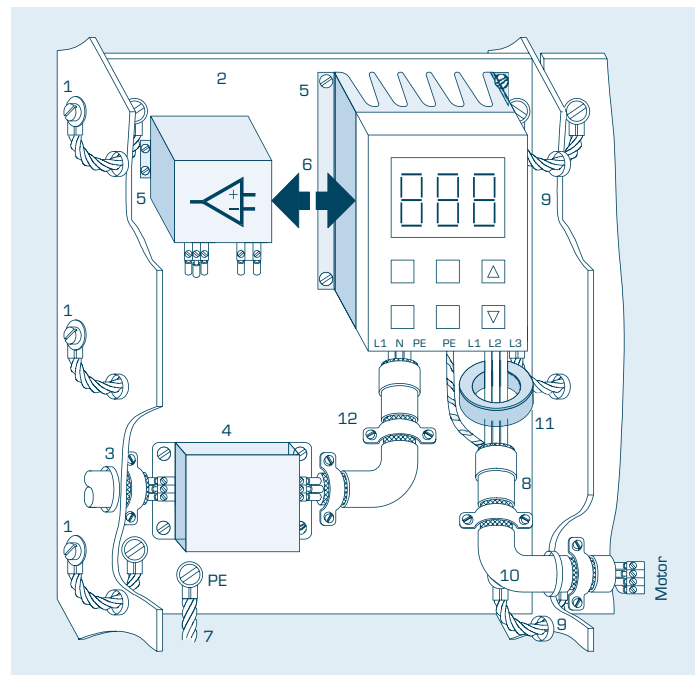
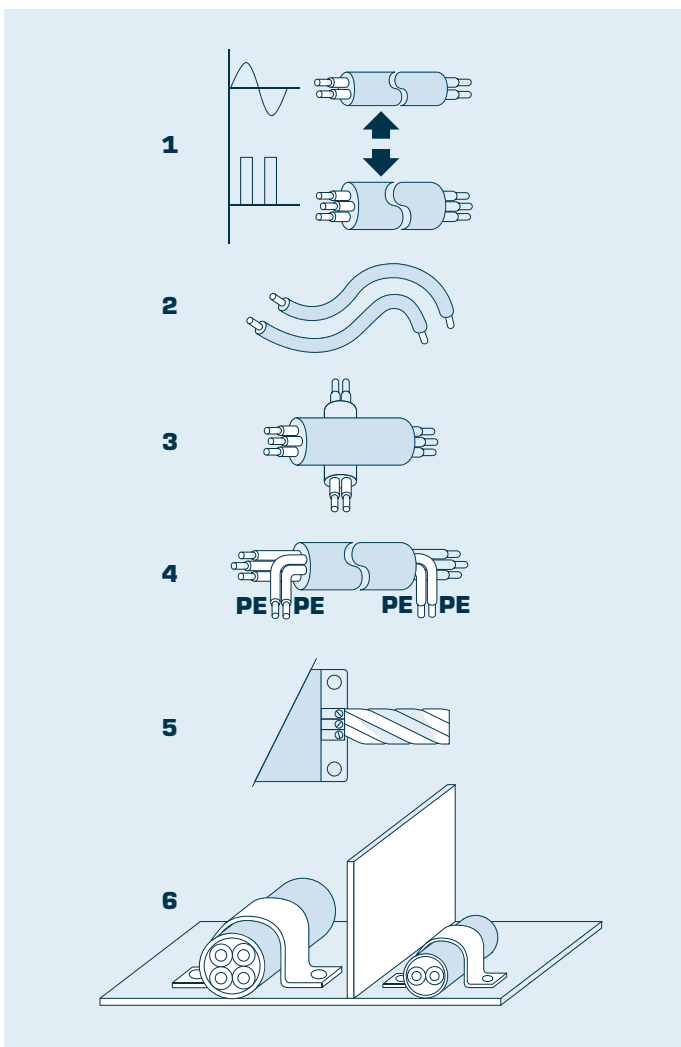
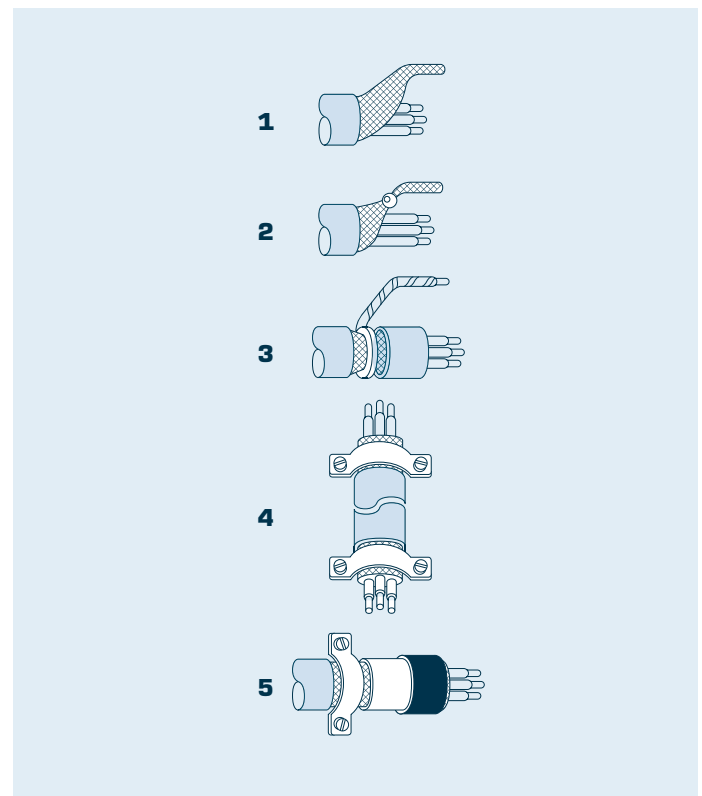

Abbildung 1
Abbildung 2
Abbildung 3
Nur wenn für den Schaltschranksaufbau die richtige Konzeption hinsichtlich der hochfrequenten Störemission und -immission gewählt wurde, finden alle EMV-Anstrengungen ihre wirkungsvolle Einflussnahme. Der erste Schritt zum professionellen Umgang mit der komplexen Technik ist das Erkennen kritischer Komponenten. Hierzu zählen in einer Anlage z. B. Frequenzumrichter, Schaltnetzteile und SPS-Geräte. Angeschlossen an ein gemeinsames Netz und räumlich dicht beieinander ist mit einer gegenseitigen Beeinflussung sowie negativen Auswirkungen auf weitere Verbraucher zu rechnen. Mögliche Schwachstellen sowie geeignete Lösungsansätze zeigt die folgende Abbildung 1:
- Bei einer Einzelentstörung ist das Filter möglichst nah am Emissionsort zu platzieren. Ist dies aus Platzgründen nicht möglich, so ist ein abgeschirmtes Kabel für die Verbindung zu wählen (Abb.: 1/12).
- Summen-Funkentstörfilter übernehmen die Limitierung leitungsgebundener Störungen für die Gesamtanlage. Ihr Platz ist möglichst nah am Netzeingang (Abb.: 1/3). Als positiver Nebeneffekt führt diese Maßnahme zur Steigerung der leitungsgebundenen Immissionsfestigkeit des angeschlossenen Produkts gegenüber netzseitig geführten Spike-, Burst- und Surge-Impulsen.
- Zum sicheren EMV-Aufbau gehört eine HF-taugliche Kontaktierung aller Geräte bzw. Anlagenkomponenten. Das heißt, sie sind großflächig, niederohmig und korrosionsgeschützt mit dem PE-Bezugspotenzial kontaktiert (Abb.: 1/5).
- Die Erhöhung der Störfestigkeit gegenüber gestrahlter Immission führt zu einer verbesserten Betriebssicherheit. Die Einhaltung einer ausreichenden räumlichen Trennung zwischen Störern und belasteten Komponenten ist hierzu eine wirksame und kostengünstige Vorgehensweise (Abb.: 1/6). Bei fehlendem Raumangebot helfen metallische Trennwände (Abb.: 2/7).
- Sämtliche metallische Teile des Schaltschranks wie z. B. Rück- und Seitenwand, Deck- und Bodenblech HF-tauglich miteinander verbinden. Geschieht dies nicht, so fungieren die Elemente wie Flächenstrahler (Abb.: 1/1). Als Verbindungsleitung eignen sich querschnittsgroße, feindrähtige Litzen oder Massebänder. Auf Volldraht ist gänzlich zu verzichten (Abb.: 1/1). Dies gilt auch für den PE-Anschluss (Abb.: 1/7).
- Alle metallischen Teile im Schaltschrank (Geräte, Montageplatten usw.) sind HF-tauglich miteinander zu verbinden (Abb.: 1/9).
Die richtige Wahl und Verlegung der Verbindungskabel zählt zu den Grundvoraussetzungen eines erfolgreichen EMV-Aufbaus. Zu größeren Problemen mit Anlagenkomponenten kam es erst mit den seit wenigen Jahren auf dem Markt befindlichen modernen Frequenzumrichter-Versionen, deren IGBT-Endstufen Spannungssteilheiten von bis zu 12 kV/μs erzeugen und somit ein erhebliches Störpotenzial abgeben. Die Abbildung 2 zeigt typische Methoden zur Verlegung von Verbindungsleitungen:
- Es bedarf einer räumlichen Trennung zwischen „heißen“ und „kalten“ Kabeln. Gemeint ist hier die Verlegung störbehafteter Leitungen parallel oder in unmittelbarer Nähe zu bereits entstörten oder nicht störenden Leitungen (Abb.: 2/1). Gegebenenfalls ist eine Schirmung oder metallische Trennwand zwischen den Kabelsträngen einzubringen (Abb.: 2/7).
- Störbehaftete Leitungen möglichst nah am Bezugspotenzial wie Rückwand, Seitenwand usw. verlegen. Dadurch wird ein Teil der gestrahlten Emission von der Bezugsfläche absorbiert (Abb.: 2/6).
- Eine „ordentliche“ parallele und räumlich enge Leitungsführung zwischen störbehafteten und „sauberen“ Verbindungen ist zu vermeiden. Jedes Kabel hat eine E-Feldkomponente, die zu kapazitiver Kopplung führt und somit auch das bislang störungsfreie Kabel verseucht (Abb.: 2/2).
- Kreuzen sich störbehaftete Leistungskabel und Steuerkabel, so ist dies möglichst im 90°-Winkel vorzunehmen (Abb.: 2/3).
- Die einfache Maßnahme des Verdrillens ungeschirmter Analogleitungen schützt gegen symmetrische Störeinkopplungen (Abb.: 2/5).
- Nicht belegte Adern beidseitig mit PE-Potenzial verbinden. Sie wirken sonst wie Antennen (Abb.: 2/4).
Eine weitverbreitete Meinung zur Kontaktierung eines Kabelschirmes beruht auf dem Wissensstand zu Leitungen mit Analogsignalen. Hier ist nur eine einseitige Auflage des Schirmes empfehlenswert, um Brumm- und Erdschleifen zu vermeiden. Dies wird häufig auch bei Verbindungen mit digitalen Signalen (z. B. der Frequenzrichter-Ausgangsspannung) praktiziert. Leider ist dies eine ungünstige Vorgehensweise. Abbildung 3:
- Bei geschirmten Kabeln mit digitalen Spannungsformen müssen beide Schirmenden aufgelegt werden (Abb.: 3/4).
- Den Schirm immer großflächig auflegen, z. B. mit einer Kabelschelle (Abb.: 3/4).
- Völlig unzureichend ist die Kontaktierung des Schirmes durch einfaches Verdrillen und anschließender Kontaktierung des dünnen Endes mit einer PE-Klemme (Pigtail) (Abb.: 3/1).
- Auch darf der Schirm nicht über ein angelötetes Litzenende an eine PE-Klemme angeschlossen werden (Pigtail) (Abb.: 3/2).
- Der Anschluss des Schirmgeflechts mittels eines Quetschringes und angelöteten Litzenendes bringt ebenfalls nur unzureichende Ergebnisse (Abb.: 3/3).
- Der Abstand der Schirmschelle von der Klemmstelle ist kurz zu halten (Abb.: 1/8,12). Kann diese Forderung nicht eingehalten werden, sollte der Schirm bis nah an die Klemmstelle weitergeführt werden. Das Schirmende gegebenenfalls mit Schrumpfschlauch mechanisch sichern (Abb.: 3/5).
- Das größte Emissionspotenzial führt die Motorzuleitung. Aus diesem Grund sind vor allem bei längeren Verbindungen unbedingt geschirmte Kabel zu verwenden (Abb.: 1/10).
- Motorkabel von Frequenzumrichtern möglichst direkt aus dem Schaltschrank herausführen. Diese Handlungsweise reduziert die interne Störanfälligkeit (Abb.: 1/10).
- Ein Ferritring über der Motorleitung reduziert unter Umständen die abgestrahlten Störungen sowie die Ableitströme zum Motorkabelschirm (Abb.: 1/11).